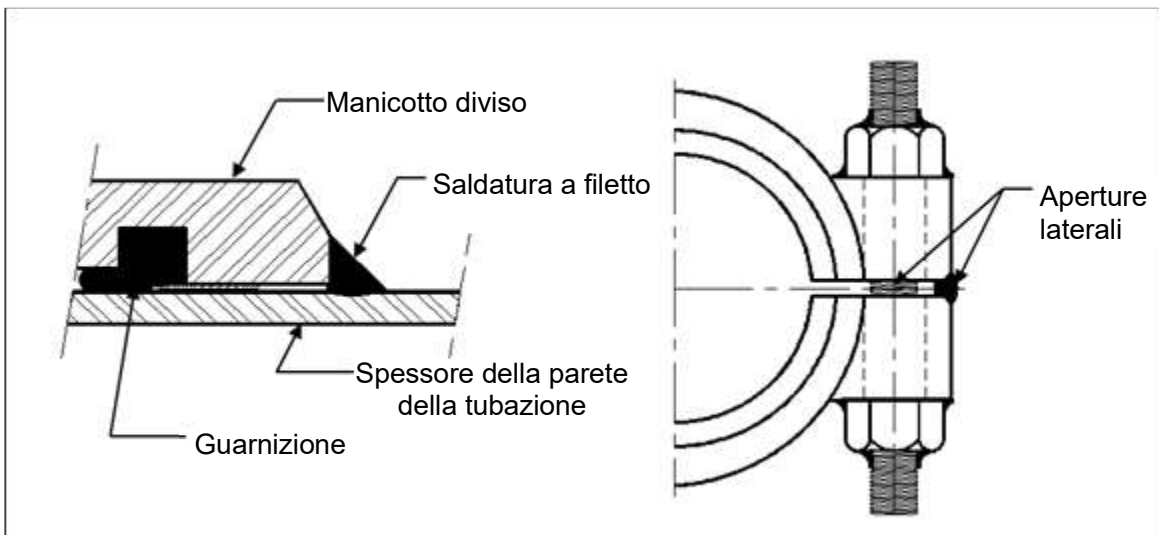

Figura 17
1. Terminazioni della saldatura a filetto sulla tubazione. (Vedi Figura 17)